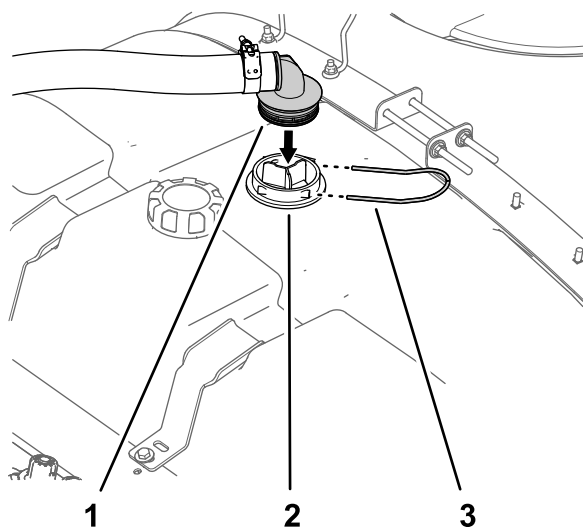

Рисунок 15
1. Совместите прямоугольный штуцер типа «елочка» шланга подачи с корпусом сетчатого фильтра линии всасывания (Рисунок 15).
2. Прикрепите прямоугольный штуцер типа «елочка» к корпусу (Рисунок 15) с помощью крепежной вилки, снятой при выполнении пункта 4 в разделе Подготовка бака опрыскивателя (страница 8).